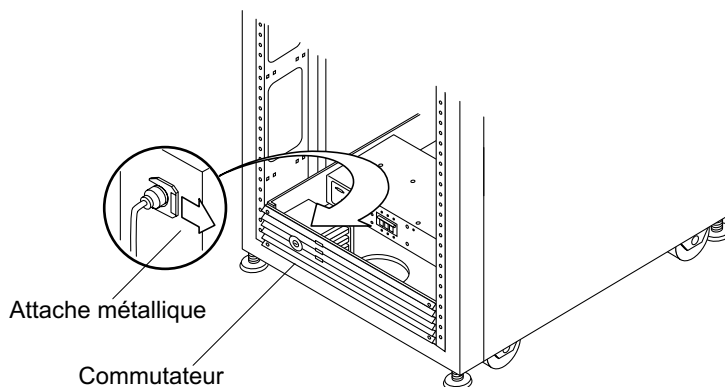

FIGURE 6-8 Retrait et réinstallation d'un commutateur
4. En vous tenant à l'arrière du commutateur, à l'intérieur du système de stockage, faites glisser et retirez l'attache métallique qui fixe le commutateur au système de stockage à l'aide d'une pince à bec effilé (FIGURE 6-8).
2. En vous tenant à l'arrière du commutateur, à l'intérieur du système de stockage, faites glisser l'attache métallique sur l'encoche du commutateur pour le maintenir en place (FIGURE 6-8).